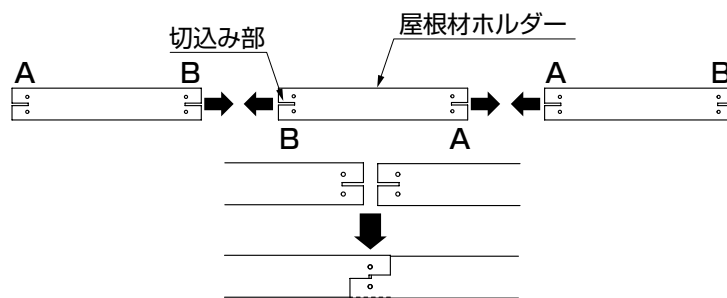

図2-4
- 2本目以後の取付けは、1本目の屋根材ホルダーと反対向きにして、切込み部をかみ合わせるように取付けてください。(図2-4参照)